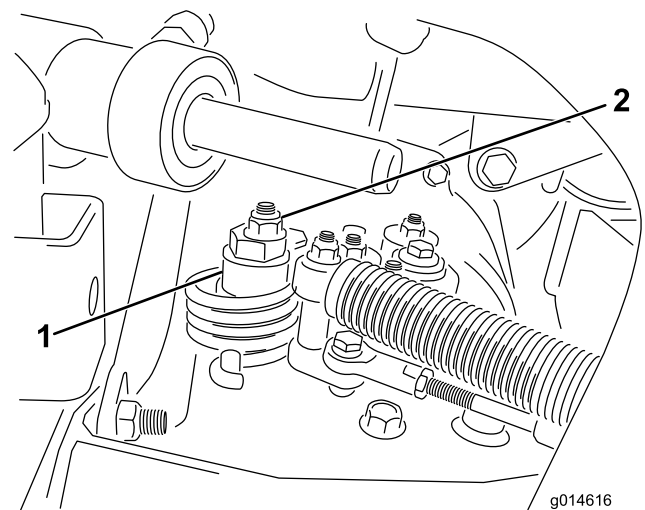

Bild 3
- A. Lösen Sie die Mutter, mit der der Exzenter oben am Hydrostat befestigt ist (Bild 3).
- D. Drehen Sie den Exzenter, bis kein Kriechen in jeder Richtung auftritt. Ziehen Sie die Schraube fest, wenn sich das Rad nicht mehr dreht, um den Exzenter und die Einstellung zu arretieren (Bild 3).